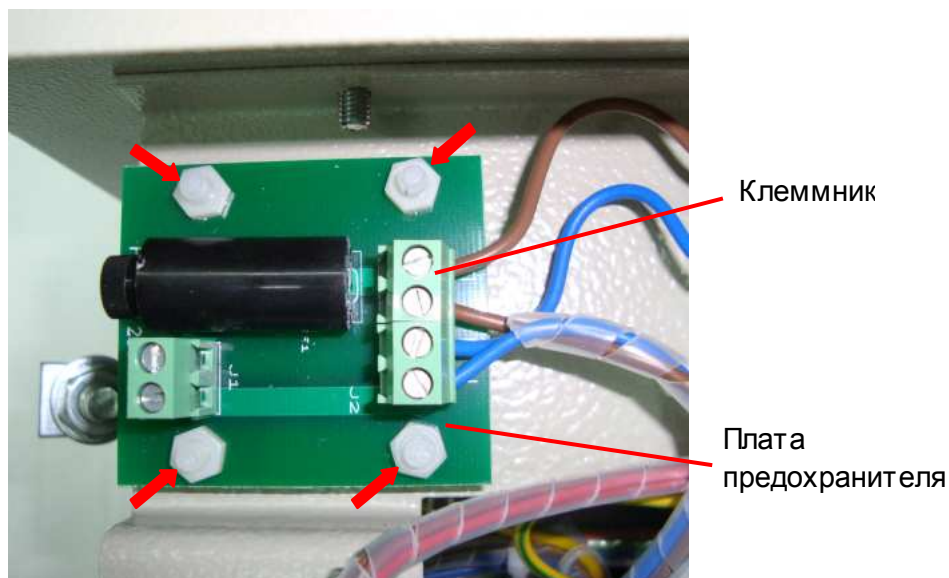

Рис. 6.9
6.6.1. Ослабить четыре винта клеммника на плате предохранителя (рис. 6.9) и отсоединить провода.
6.6.2. Открутить четыре пластмассовые гайки (рис. 6.9, красные стрелки) и положить их в тару.